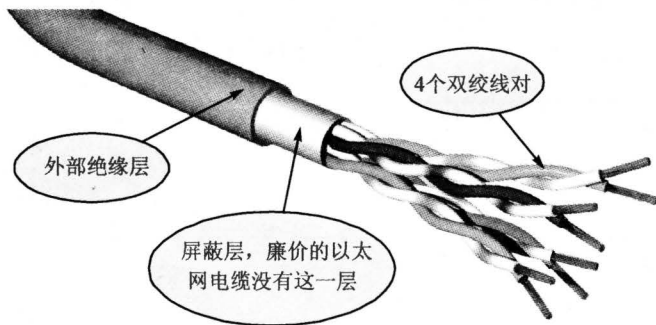

图 8.15
不知道您是否注意,像图 8.15 那样的以太网线缆,其内部的 4 个线对,其实有不同的扭距,肉眼不太容易看出来,但是把一段 5~6 m 的以太网线缆剥开,去数其中的 4 个线缆的扭转的次数,会发现 4 个线对各有不同,这样设计是为了防止各个线对之间的交叉干扰。同理,如果我们自己的线路中只要合理的设计扭距,就可以消除相互串扰。或者更简单一点,直接用以太网电缆来做信号传输电缆,也是不错的选择。以太网电缆不仅可以用于传递以太网信号,其实传递音频和视频也能做到非常好的效果。
- 屏蔽措施：屏蔽措施越好，抗干扰的能力就越强。根据双绞线缆是否有金属封装的屏蔽层可以把双绞线分为非屏蔽双绞线(UTP)和屏蔽双绞线(STP)，如图 8.15 所示。理论上，屏蔽双绞线的传输性能更好，但